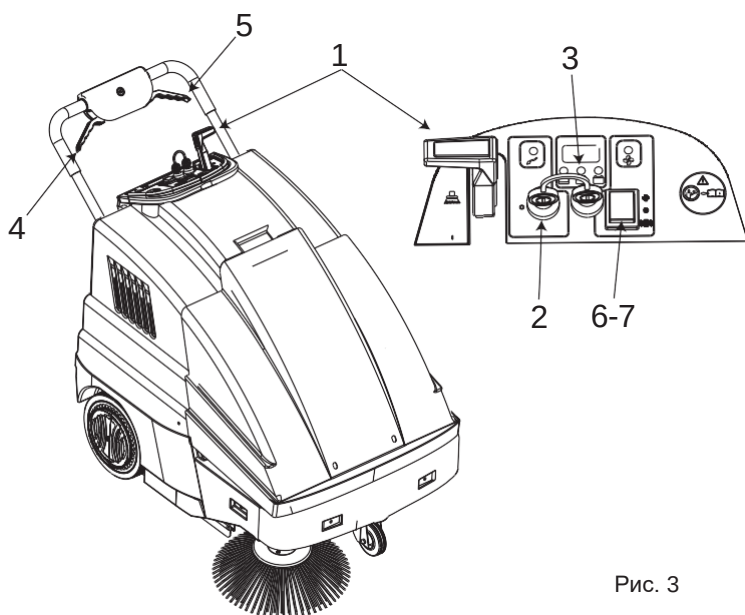

Рис. 3
- Установите рычаг подъема щетки (поз. 1, рис. 3) в положение «0».
- Установите переключатель с ключом (поз. 2 рис. 3) в положение «I».
- Повернув ключ, подождите примерно 10 секунд, пока машина не начнет работать. Перед началом работы проверьте по индикатору (поз. 3, рис. 3), что аккумулятор полностью Заряжен, в противном случае Зарядите аккумулятор.
- Включите всасывание, переводением переключателя (поз. 7 рис. 3) в положение «I».
ПРИМЕЧАНИЕ При при перемещении машины выключите всасывание; для этого переведите переключатель (поз. 7 рис. 3) в положение «0».
- Нажмите на рычаг тяги (поз. 4 рис. 3) и приступите к очистке. При необходимости, для установки боковой щетки, переведите рычаг боковой щетки (поз. 1 рис. 3) в положение «I». По Завершении работы, если боковая щетка использовалась, переведите рычаг боковой щетки в положение «0», выключите машину и выньте ключи из панели управления.
Срок службы аккумулятора зависит от текущего технического обслуживания и уровня разряда. Не допускайте снижения Заряда аккумулятора ниже предела, указанного индикаторами (поз. 3, рис. 3).